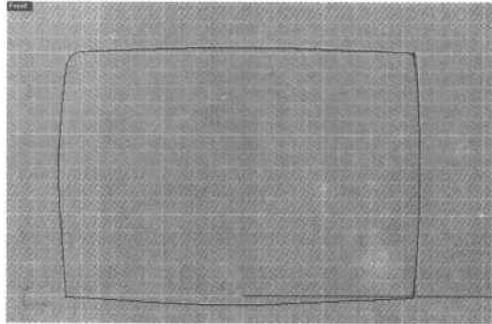

图 1.7 生成过渡曲线
- (7) 单击鼠标右键选择 **Points Off** (关闭控制点) 工具或按 **F11** 键关闭控制点。我们要用这 4 条曲线制作寻呼机的外形，但是它们之间的连接太突兀了，需要进行平滑的过渡。单击 **Fillet** (倒角) 工具，在命令栏中输入 **2**，单击鼠标右键确定，点选最左边的线条，再选最上面的线条，两条线之间生成了过渡曲线，如图 1.7 所示，此时的曲线应该是黄色被选择状态。